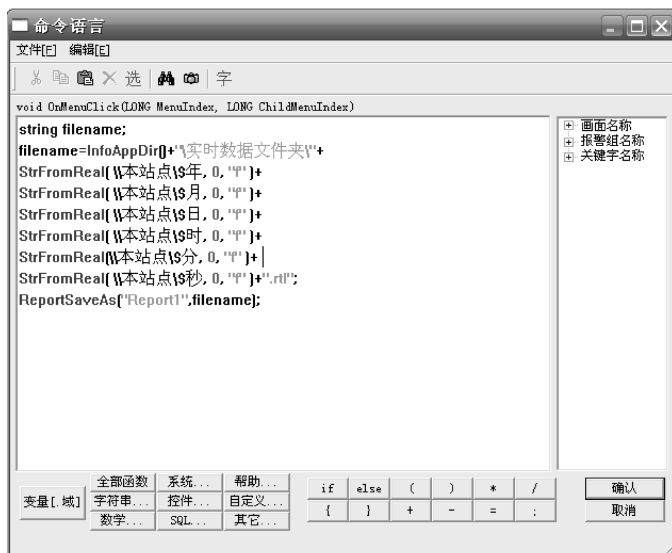

图 7-57 报表存储命令语言输入
- 3) 在按钮的弹起事件中输入如下命令语言，如图 7-57 所示。